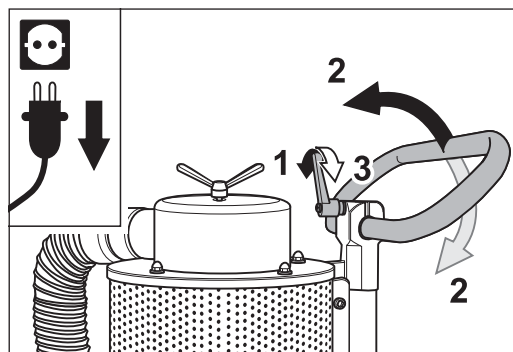

Abb. 31 Den Klemmhebel lösen (1), den Haltebügel für Ihre Körpergröße passend einstellen (2) und den Klemmhebel wieder festziehen (3).
- 5 Lösen Sie den Klemmhebel des Haltebügels (Abb. 31, 1). Stellen Sie den Haltebügel für Ihre Körpergröße passend ein (Abb. 31, 2) und ziehen Sie den Klemmhebel wieder fest (Abb. 31, 3).
- 7 Lösen Sie den Klemmhebel des Haltebügels (Abb. 31, 1). Stellen Sie den Haltebügel für Ihre Körpergröße passend ein (Abb. 31, 2) und ziehen Sie den Klemmhebel wieder fest (Abb. 31, 3).
- 10 Lösen Sie den Klemmhebel des Haltebügels (Abb. 31, 1). Stellen Sie den Haltebügel für Ihre Körpergröße passend ein (Abb. 31, 2) und ziehen Sie den Klemmhebel wieder fest (Abb. 31, 3).
- 9 Lösen Sie den Klemmhebel des Haltebügels (Abb. 31, 1).
ein (Abb. 31, 2) und ziehen Sie den Klemmhebel wieder fest
(Abb. 31, 3).